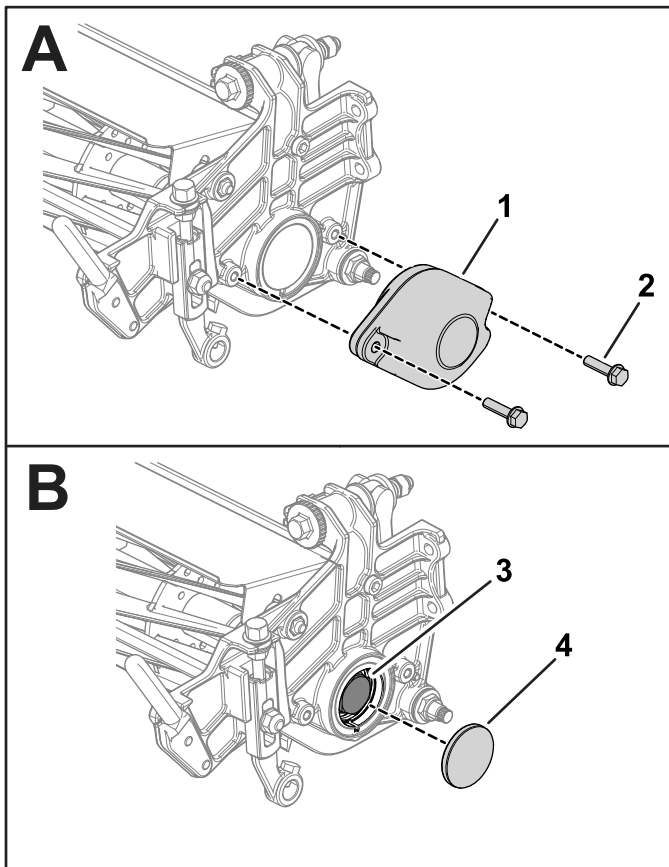

Figure 3
3. Retirez les vis de réglage de hauteur de coupe et les vis de fixation de rouleau des bras de hauteur de coupe (Figure 3).
4. Retirez les 2 boulons (5/16" x 2¼") des 2 écrous (retenus par la plaque latérale) qui fixent les contrepoids à la plaque latérale de l'unité de coupe. Déposez les contrepoids (Figure 3).
6. Retirez le chapeau pour exposer l'écrou de roulement (Figure 3).
7. Retirez l'écrou de roulement de l'arbre du cylindre (Figure 3).